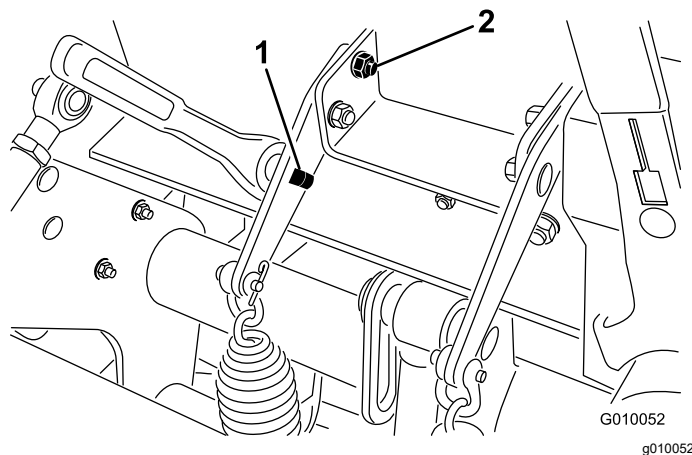

Figura 28
3. Introduceți o cheie cu clichet de 1/2" sau o bară de rupere în orificiul pătrat din placa de arc (Figura 28).